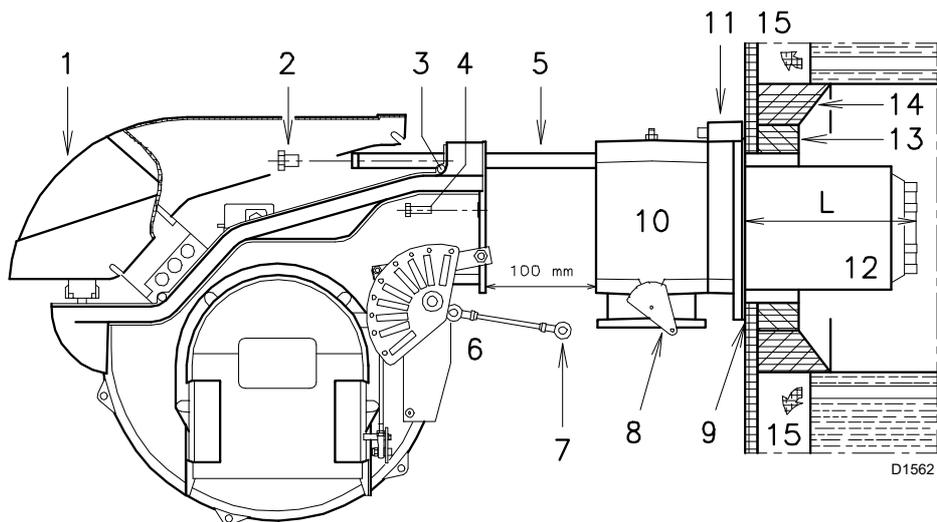

Abb. 14
Für Heizkessel mit vorderem Abgasumlauf 15)(Abb. 14) oder mit Flammenumkehrkammer muss eine Schutzschicht zwischen feuerfestem Material des Kessels 14) und Flammrohr 12) aus feuerfestem Material 13) ausgeführt werden.
Für Heizkessel mit wassergekühlter Frontseite ist die Verkleidung mit feuerfestem Material 13)-14)(Abb. 14) nicht notwendig, sofern dies nicht ausdrücklich vom Kesselhersteller verlangt wird.
Um den Flammkopf gemäß Abb. 14 vom Rest des Brenners zu trennen, wie folgt vorgehen:
- befestigen Sie den Flansch 11)(Abb. 14)an der Platte des Heizkessels und setzen Sie die mitgelieferte Isolierdichtung 9)(Abb. 14) dazwischen;